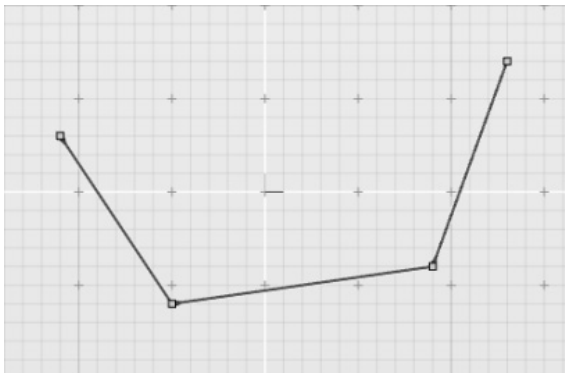

图 3-32 绘制一条圆角多边形
- 1) 新建一个 Evolve 文件，绘制任意形状的圆角多边形，如图 3-32 所示。